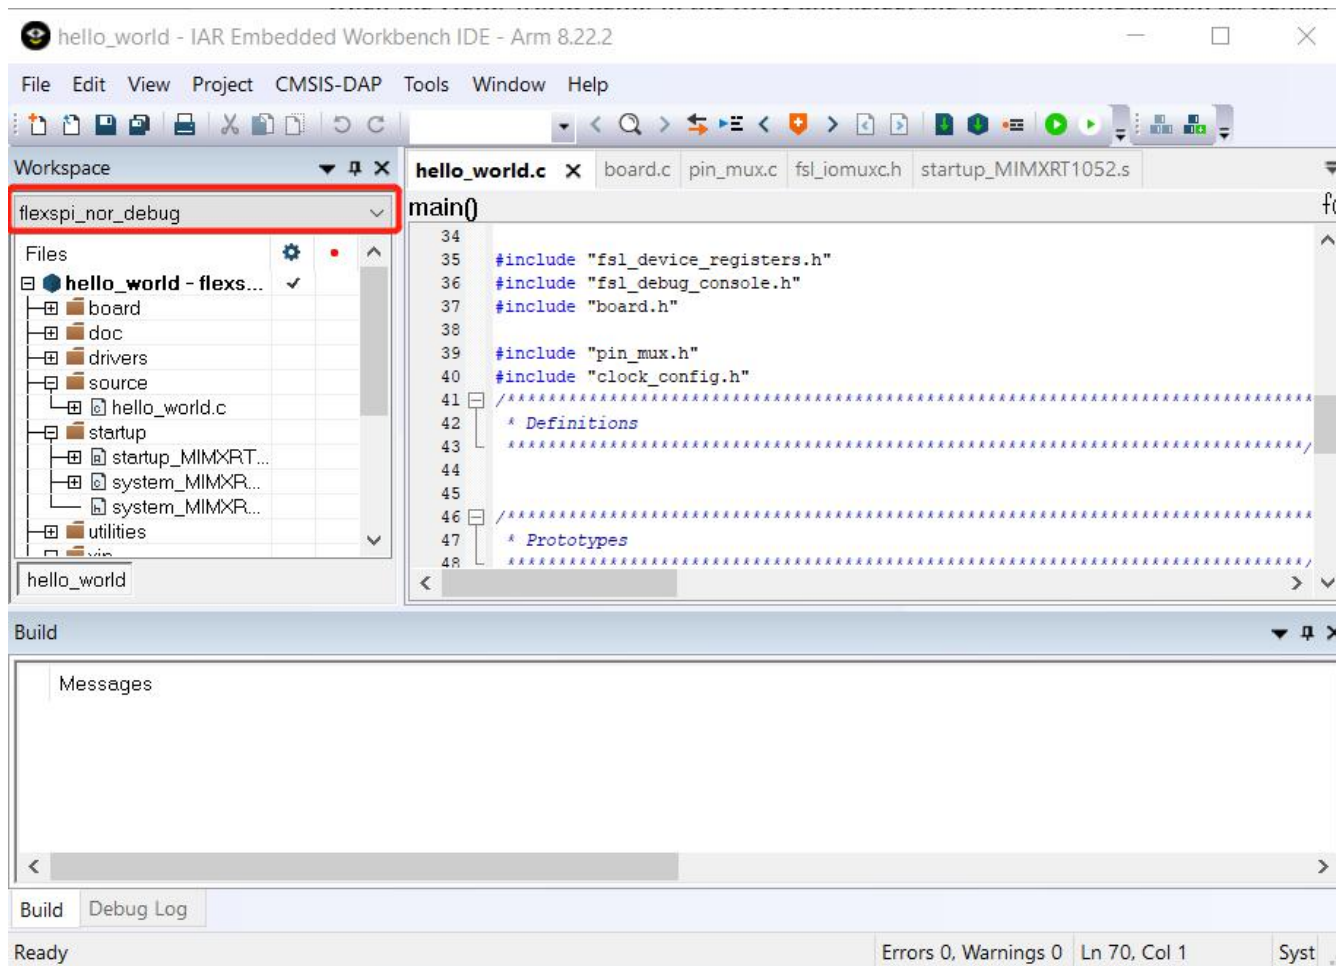
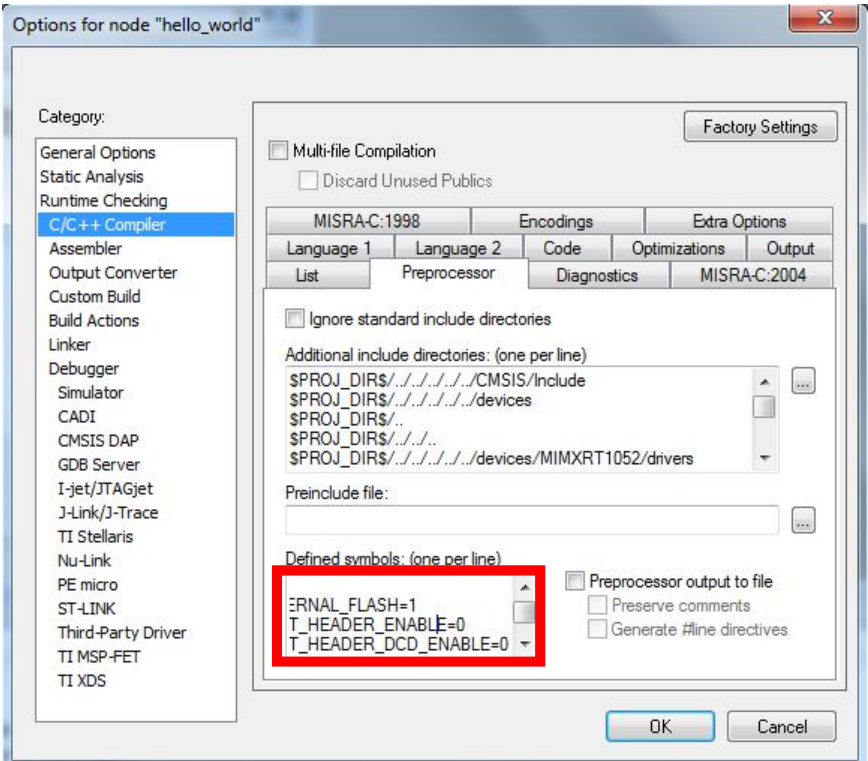

图 11. 选择项目配置为flexspi_nor_debug
图 12. hello\u world的定义符号
- 打开SDK中的Hello world演示，选择项目配置为flexspi_nor_debug，如图11所示，并确保设置如图12所示